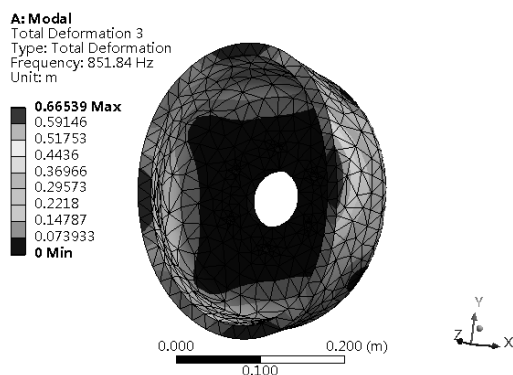

图 6-93 第三阶振形结果
Step7: 在 Outline 栏 Solution (A6) 中 Total Deformation 3 选项上单击, 显示第三阶振形结果, 如图 6-93 所示。